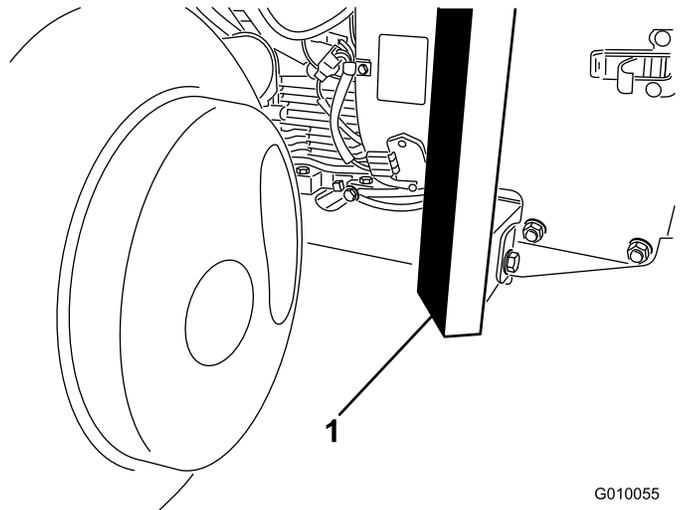

Bild 37
3. Stellen Sie den Ständer sicher vorne unter den Rahmen (Bild 37).